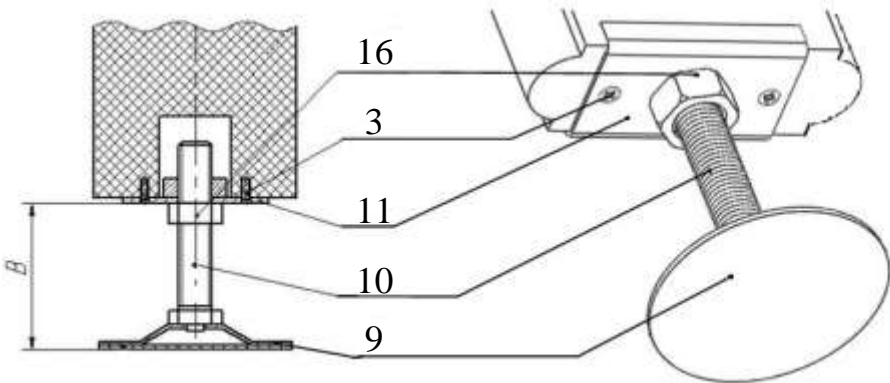

РИСУНОК 3
2) правильность установки винтовых домкратов и размер «В», который не должен превышать 70 мм (рисунок 3).
ВНИМАНИЕ! Не допускается эксплуатация Комплекса, если размер В более 70 мм (рисунок 3)